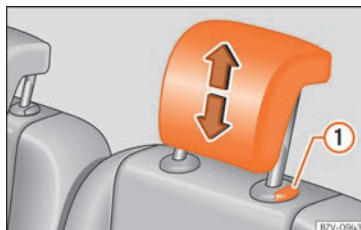

Abb. 134 Einbau der Kopfstützen der zweiten der dritten Sitzreihe.
- Kopfstütze bei gedrückter Taste »» » **Abb. 134** **1** ganz herausziehen.